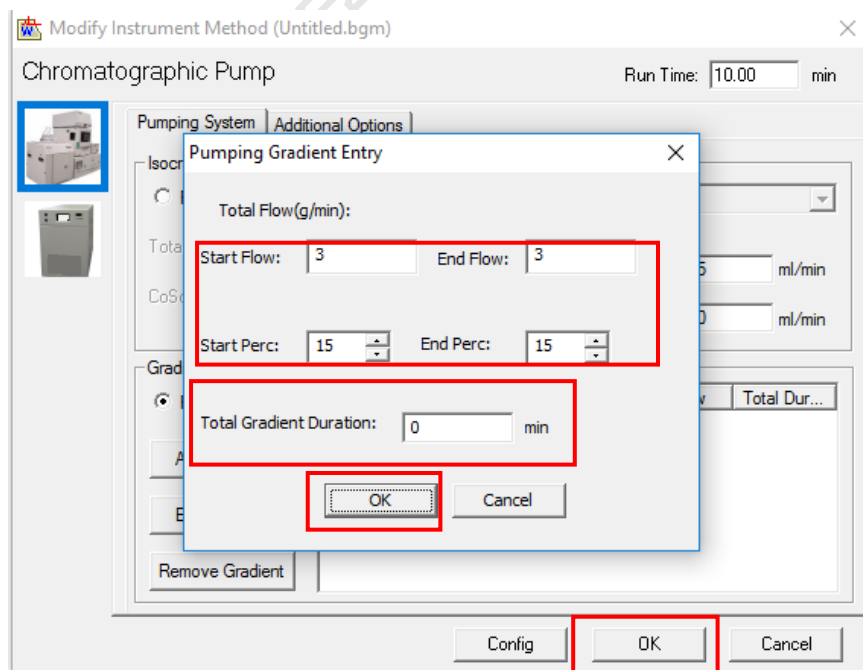

图6-22
② 梯度洗脱 (Run Gradient): 选择 Run Gradient, 点击 Add Gradient, 弹出 Pumping Gradient Entry 对话框 (图6-22); 输入 Start/End Flow, Start/End Prec, Total Gradient Duration, 点击 OK, 根据需继续点击 Add Gradient 增加洗脱程序。设置完成点击 OK。